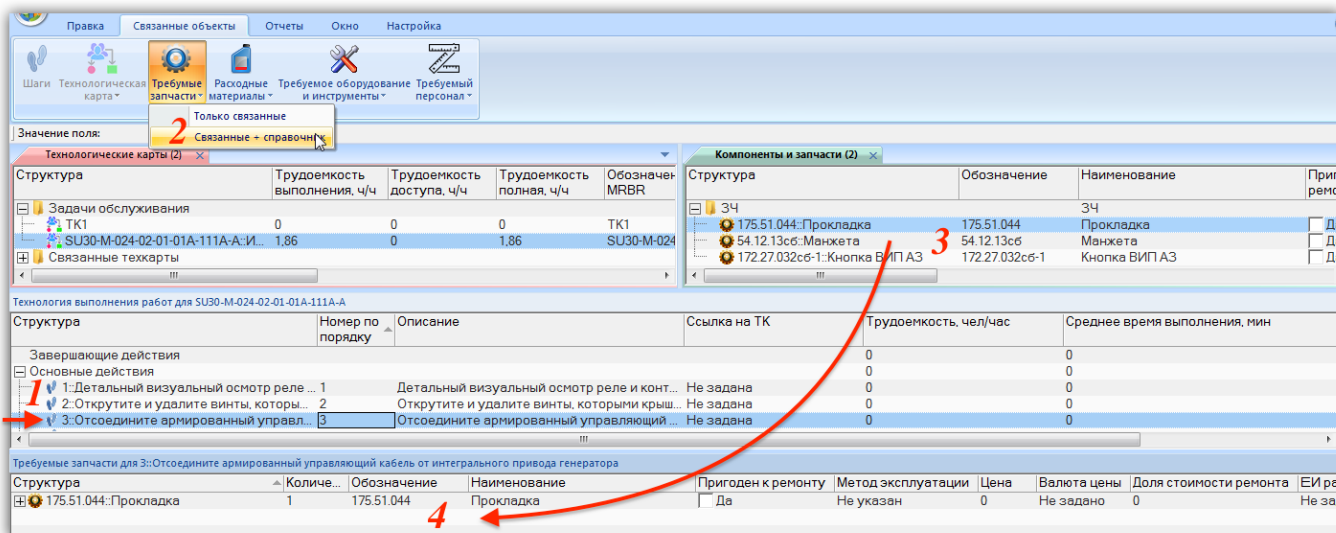

Рис. 12-74 – Запчасти для шага технологии
1) Выбрать шаг технологии в связанном окне «Технология выполнения работ» для техкарты (1 на рис. 12-74).